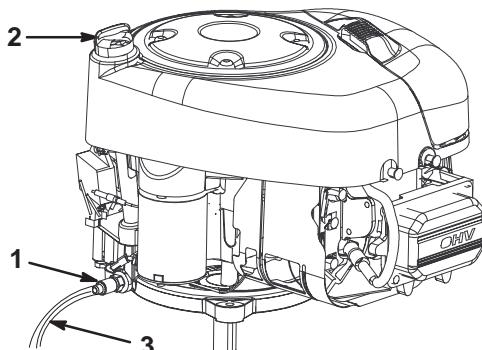

Bild 18
- Schieben Sie die Ablassschlauch auf das Ölabblassventil (Bild 18).
11. Öffnen Sie das Ölabblassventil (Bild 18).